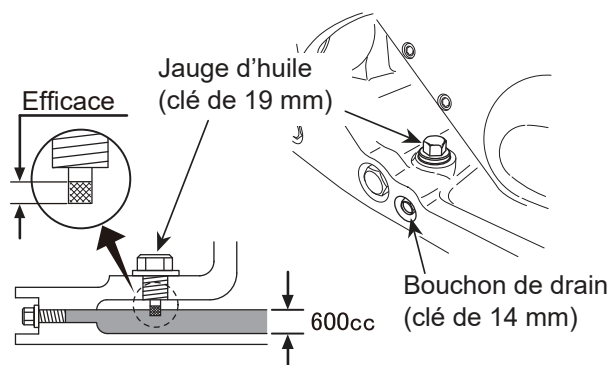

Figure 9. Vérification de l'huile du vibreur
2. Retirez le bouchon d'huile pour vérifier le niveau d'huile du vibreur (jauge d'huile du vibreur) tel que montré à la Figure 9. Nettoyez la jauge d'huile et la re-fileter à l'intérieur. Enlevez encore la jauge d'huile et vérifiez que le niveau d'huile ne dépasse pas le croisillon du bouchon d'huile. **NE PAS TROP REMPLIR!**